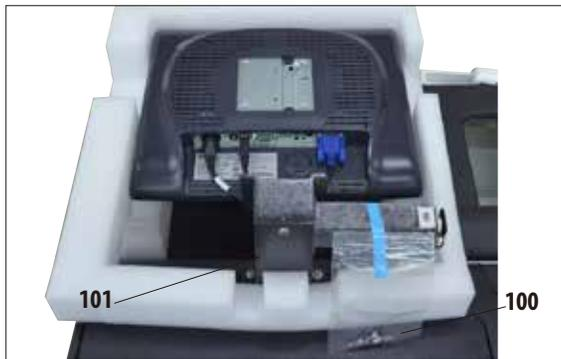

Fig. 13
- En el lado posterior de la consola (101) hay fijada una bolsita de plástico que contiene cuatro tornillos con las arandelas (100) correspondientes (fig. 13). La correspondiente llave Allen del n.º 3 (104, fig. 16) está asimismo incluida en el suministro.